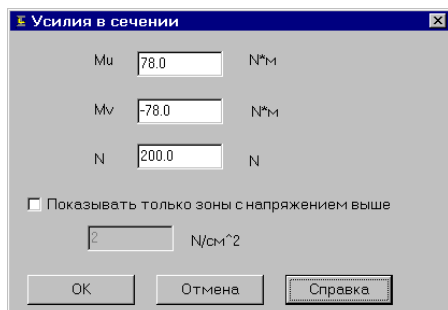
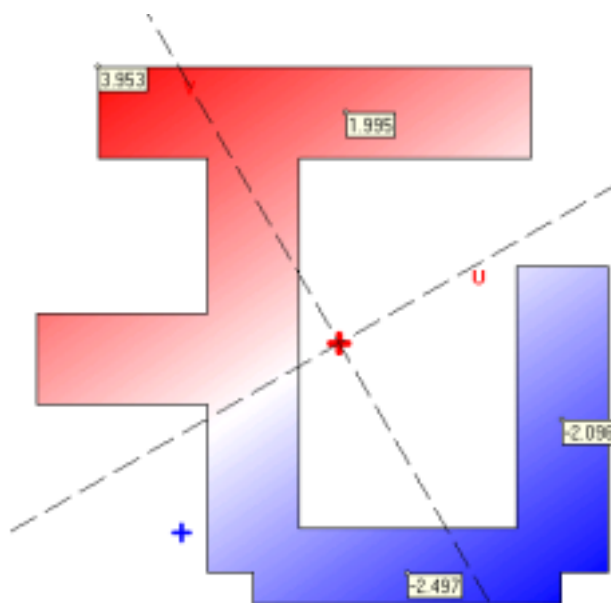

Рис. 13. Диалоговое окно **Усилия в сечении**
Рис. 14. Поле нормальных напряжений
После активизации этой опции появляется диалоговое окно **Усилия в сечении** (рис. 13), в котором необходимо указать моменты M_u и M_v , действующие относительно главных осей, и нормальную силу, приложенную в центре масс сечения. После выхода из окна в сечении отображаются изополя распределения нормальных напряжений (рис. 14).
- ☞ в появившемся диалоговом окне **Усилия в сечении** (рис. 13) ввести новые значения;